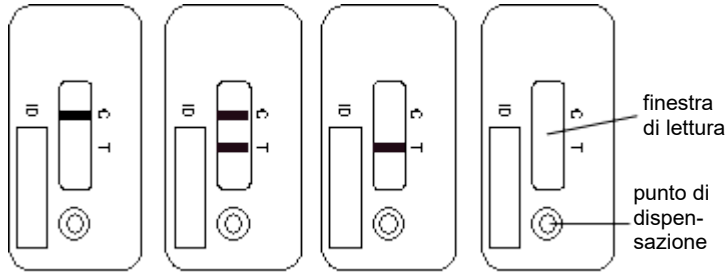

Figura 1A Figura 1B Figura 1C Figura 1D
- Per un risultato valido, la linea di controllo (C) deve in essere visibile ogni caso (vedere figura 1A e figura 1B). Tale linea rappresenta unicamente un controllo funzionale del test e non può essere utilizzata per interpretare la linea di rilevazione (T). Se la linea di rilevazione (T) non è rilevabile dopo 15 minuti d'incubazione (figura 1A), la concentrazione dell'adalimumab presente nel campione è al di sotto del limite di rilevazione. Se la linea di rilevazione (T) è rilevabile dopo 15 minuti d'incubazione (figura 1B), la concentrazione dell'adalimumab presente nel campione viene misurata tramite il Quantum Blue® Reader.